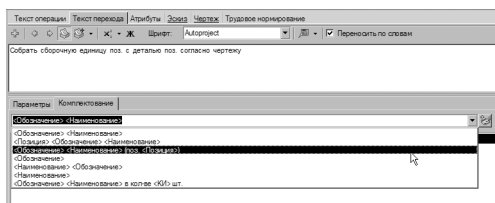

Рисунок 109
- Нажмите на кнопку  списка и разверните его. В списке выберите следующую форму записи ДСЕ, участвующей в переходе: <Обозначение> <Наименование> (поз. <Позиция>) (рис. 109).